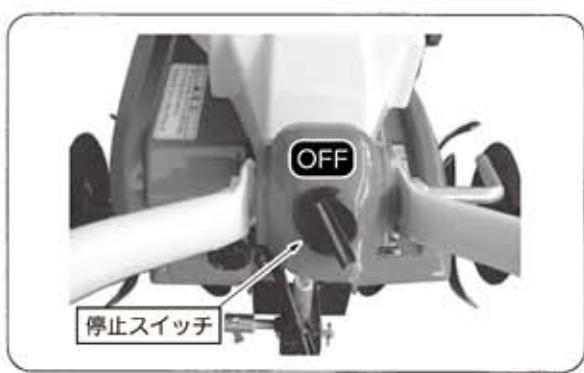

図12
- ③ 停止スイッチを【OFF】位置にしてください。エンジンが停止します。(図12)